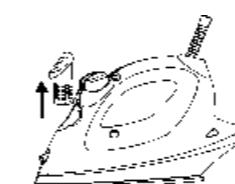

Рис.3
- Извлеките картридж "Anti-Calc" из отверстия для заливки воды в утюге (Рис.3).